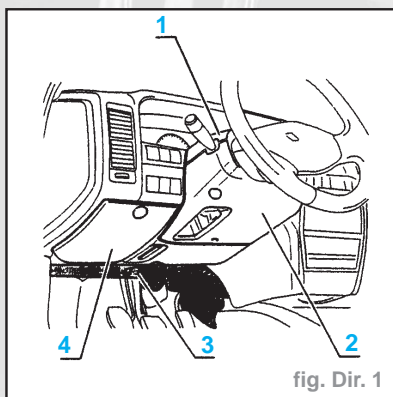
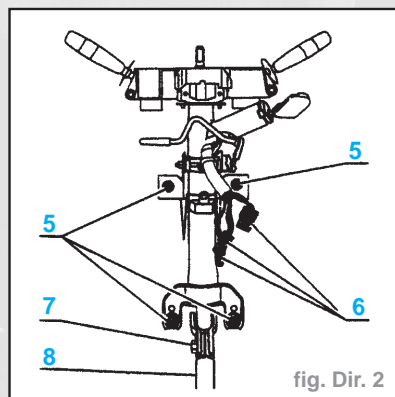

fig. Dir. 1
fig. Dir. 2
- Déposer (fig. Dir. 1) :
- la garniture supérieure (1)
- la garniture inférieure (2)
- la garniture inférieure (4)
- la feutrine (3)
- Débrancher (fig. Dir. 2) :
- les connecteurs (6)
- la vis (7) d'accouplement de direction
- les vis (5)
- Engager le cardan de direction dans l'arbre de direction (8).
- Serrer (fig. Dir. 2) (daN.m) :
- les écrous (5) 1,5
- la vis (7)..... 2
- Poser (fig. Dir. 1) :
- Débrancher les connecteurs (6) (fig. Dir. 2).
- Engager l'antivol et vérifier le bon verrouillage de l'ergot (6).
- Poser la vis (7).
- Brancher les connecteurs (6) (fig. Dir. 2).
- la garniture inférieure (4).